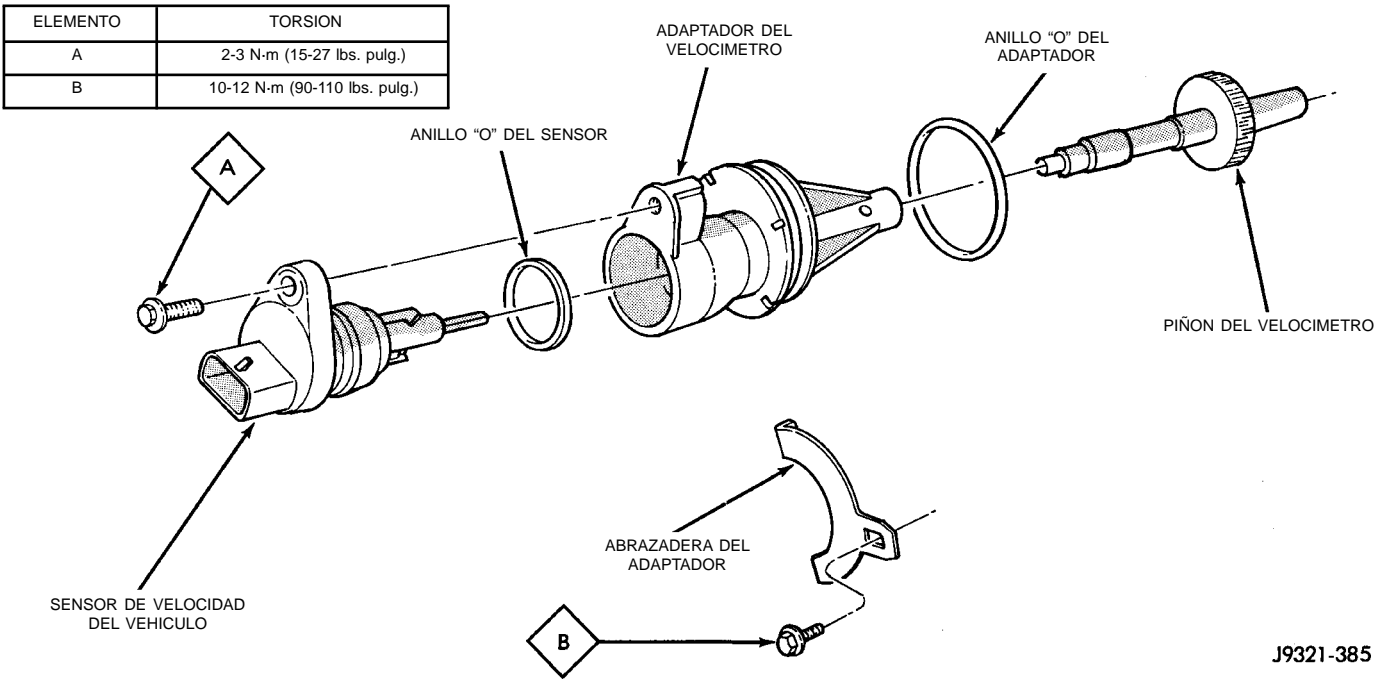

Fig. 5 Componentes del velocímetro
(1) Eleve el vehículo.
(2) Desconecte los cables del sensor de velocidad del vehículo.
(3) Retire la abrazadera y tornillo del adaptador (Fig. 5).
(4) Retire el sensor de velocidad y el adaptador del velocímetro como conjunto.
(5) Retire el tornillo de retención del sensor de velocidad y retire el sensor del adaptador.
(6) Retire el piñón del velocímetro del adaptador. Reemplace el piñón si está picado, cuarteado o desgastado.
(7) Inspeccione el sensor y los anillos "O" del adaptador (Fig. 5). Retire y descarte los anillos "O" si estuvieran desgastados o dañados.
(8) Inspeccione las espigas de terminal del sensor de velocidad del vehículo. Limpie las espigas con limpiador para electricidad en aerosol Mopar® si estuviesen sucias u oxidadas. Reemplace el sensor si estuviese averiado o si las espigas estuviesen flojas, muy corroídas o dañadas.
(1) Limpie minuciosamente el reborde del adaptador y la superficie de montaje del adaptador en la caja. Las superficies deben estar limpias para permitir la alineación correcta del adaptador y el funcionamiento del velocímetro.
(2) Instale anillos "O" nuevos en el sensor de velocidad y adaptador del velocímetro, si fuese necesario (Fig. 5).
(3) Lubrique el sensor y los anillos "O" del adaptador con líquido de transmisión.
(4) Instale el sensor de velocidad del vehículo en el adaptador del velocímetro. Apriete el tornillo de fijación del adaptador con una torsión de 2-3 N·m (15-27 lbs. pulg.)